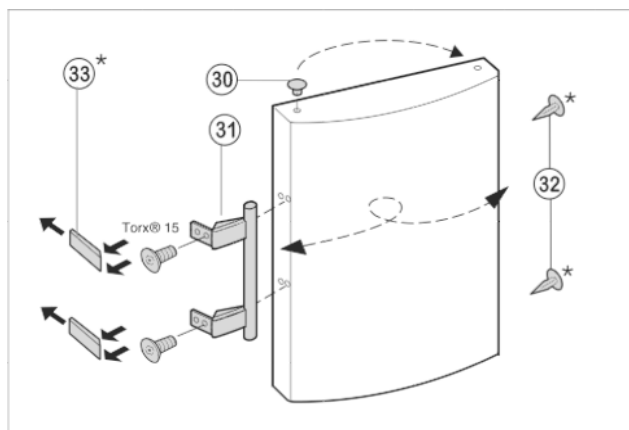

Fig. 7
- ▶ Извлеките пробку Fig. 7 (30) из опорной втулки дверцы и переставьте.
- ▶ Снимите и переставьте на противоположную сторону дверную ручку Fig. 7 (31), пробки Fig. 7 (32) и прижимные пластины Fig. 7 (33).